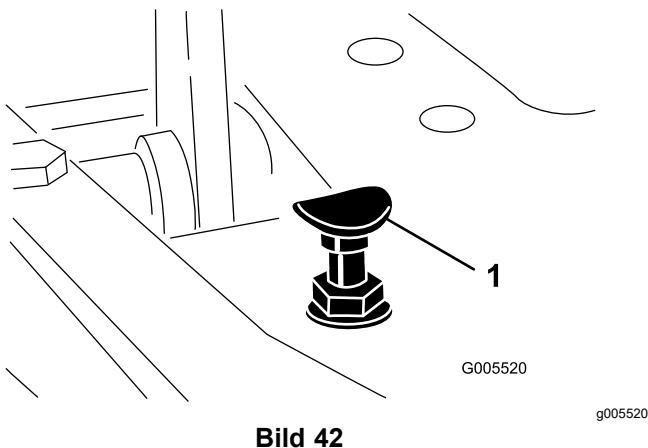

Bild 42
Stellen Sie den Funktionsschalthebel in die TRANSPORT-Stellung und treten Sie auf das Fahrpedal, um die maximale Transportgeschwindigkeit zu erreichen. Wenn das Pedal den Anschlag erreicht (Bild 42), bevor das Kabel gespannt ist, führen Sie folgende Einstellungsschritte aus:
1. Stellen Sie den Funktionsschalthebel in die TRANSPORT-Stellung, lösen Sie die Sicherungsmutter, mit der der Pedalanschlag an der Bodenplatte befestigt ist (Bild 42).